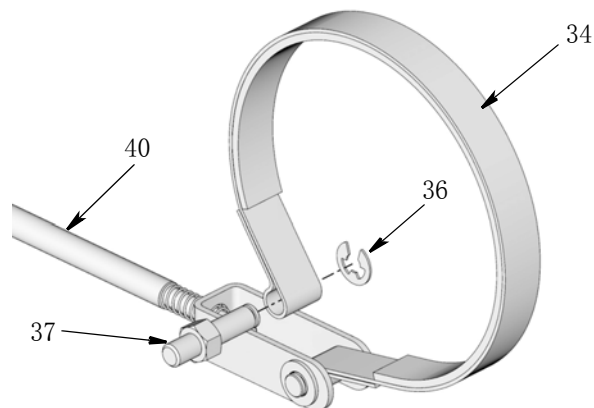

FIG. 30
10. 将整个制动总成旋转 180° (FIG. 30)。
11. 在制动轮毂 (12) 周围安装闸带 (34)。
12. 通过确保夹头端位于 FIG. 30 所示的位置，完成锚销 (37) 安装。
13. 重新安装夹头 (36) (FIG. 30)。